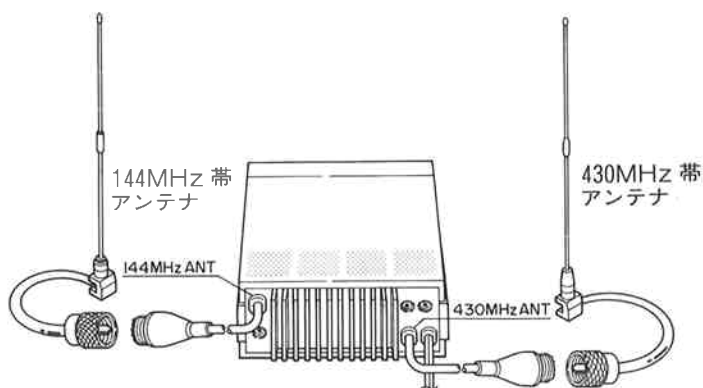

図 7
① 独立したアンテナに接続する場合 (図 7)
- ① C5000、C5000D 本体の 144MHz 用同軸ケーブルに、144MHz 帯のアンテナからの同軸ケーブルを接続します。
- ② C5000、C5000D 本体の 430MHz 用同軸ケーブルに、430MHz 帯のアンテナからの同軸ケーブルを接続します。